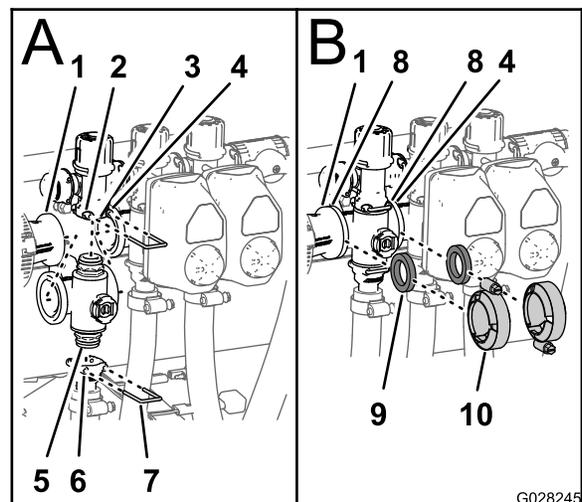

Bild 78
- Setzen Sie das obere Endkappen-Anschlusstück des Verteilerventils in das Anschlusstück des Sicherheitsventils ein (A in Bild 78).
- Stecken Sie einen Halter in die Buchse des Anschlusstückes des Sicherheitsventils, um das Endkappen-Anschlusstück am Anschlusstück des Sicherheitsventils zu befestigen (A in Bild 78).
3. Montieren Sie das Auslaufanschlussstück am unteren Endkappen-Anschlussstück des Verteilerventils (A in Bild 78).
4. Stecken Sie einen Halter in den Sockel des Auslaufanschlussstückes, um das Endkappen-Anschlussstück am Auslaufanschlussstück zu befestigen (A in Bild 78).
5. Fluchten Sie eine Dichtung zwischen den Flanschen der Reduzierkupplung und dem Abschnittventilverteiler aus (B in Bild 78).
6. Montieren Sie die Reduzierkupplung, die Dichtung und den Abschnittventilverteiler mit einer Klemme und ziehen sie mit der Hand an (B in Bild 78).
7. Fluchten Sie für den Einbau der zwei ganz links gelegenen Abschnittventile eine Dichtung zwischen den Flanschen der zwei danebenliegenden Abschnittventilverteiler aus (B in Bild 78).
8. Montieren Sie die zwei danebenliegenden Abschnittventilverteiler und eine Dichtung mit einer Klemme und ziehen sie mit der Hand an (B in Bild 78).